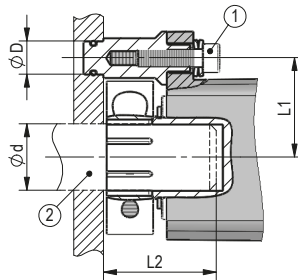
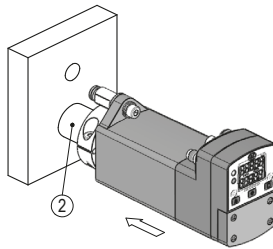
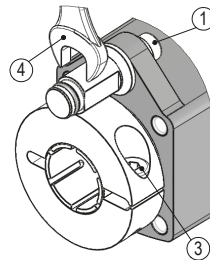

Abb. 1: Einbaumaße
Abb. 2: Montage
Abb. 3: Anzugmoment
- ▶ Sorgen Sie für einen geringen Wellen- und Winkelversatz zwischen Welle und Aufnahmebohrung durch geeignete Fertigungsmaßnahmen (siehe Abb. 1 + Tab. 1).
Unsachgemäße Montage der Drehmomentstütze (siehe Abb. 3) führt zur Zerstörung des Gehäuses.
#### Vorbereitung Montage (Abb. 1, Abb. 2, Abb. 3):
#### Montage (Abb. 1, Abb. 2, Abb. 3):